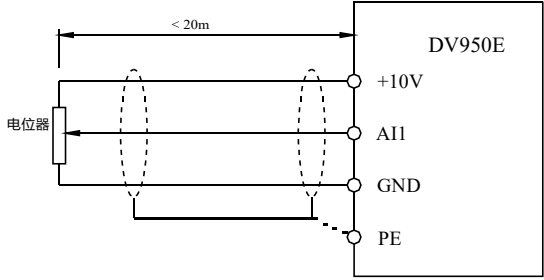
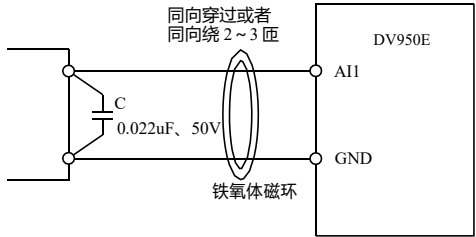

图 3-16 模拟量输入端子接线示意图
图 3-17 模拟量输入端子处理接线图
1) AI 模拟输入端子：因微弱的模拟电压信号特别容易受到外部干扰，所以一般需要用屏蔽电缆，而且配线距离尽量短，不要超过 20m，如图 3-16。在某些模拟信号受到严重干扰的场合，模拟信号源侧需加滤波电容器或铁氧体磁芯，如图 3-17。